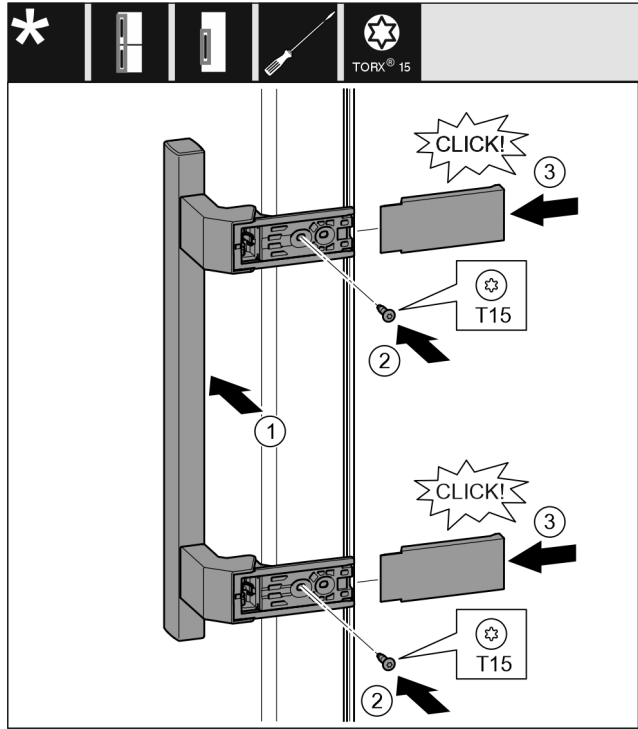

Fig. 15
- Postavite ručku na suprotnu stranu. Fig. 15 (1)
- Pritegnite vijke odvijačem T15. Fig. 15 (2)
- Postavite pokrove bočno i natakните ih. Fig. 15 (3)